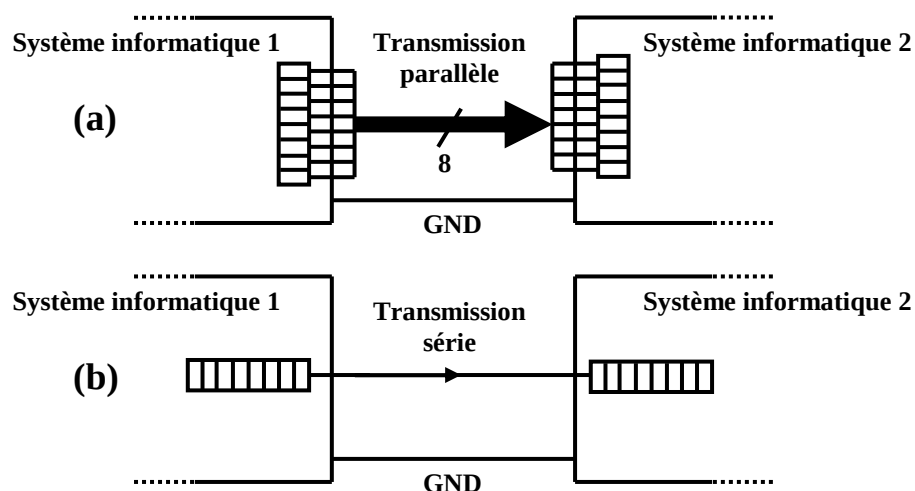

Figure VIII.115.
on dispose de **deux grands procédés** de communication, comme indiqué sur la figure VIII.115. :
- la transmission parallèle (figure VIII.115.a.) :
- **la transmission série** (figure VIII.115.b.) :